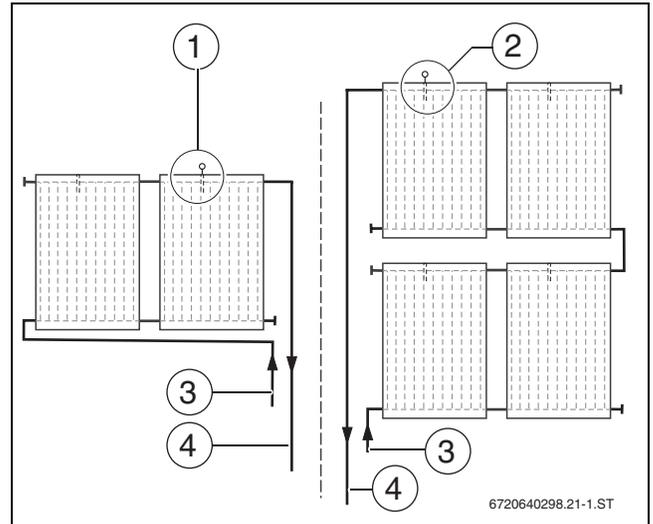

Fig. 49 Posizione della sonda del collettore
- ▶ Montare la sonda del collettore sul collettore con la mandata già collegata (→ fig. 49).